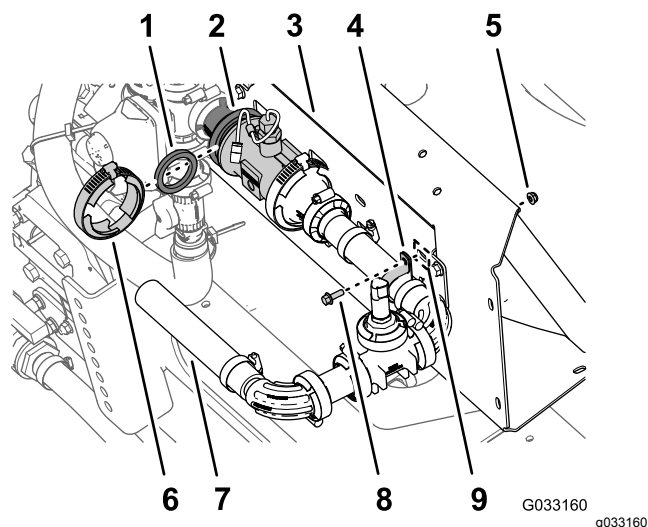

Figura 84
1. Alinhe a junta (2-1/4 pol.) que retirou no passo 3 de Retirar o tubo do conector e o adaptador redutor (página 24) entre o fluxímetro e o adaptador do redutor que está instalado no lado direito da válvula de controlo principal (Figura 84).
2. Monte sem apertar a junta, o fluxímetro e o adaptador do redutor (Figura 84) com um grampo flangeado (76 mm) que retirou no passo 2 de Retirar o tubo do conector e o adaptador redutor (página 24).
3. Prenda o transdutor de pressão e coletor na ranhura da montagem do coletor com um grampo em R, um parafuso de cabeça flangeada (1/4 x 3/4 pol.) e uma porca de bloqueio flangeada (1/4 pol.), conforme indicado na Figura 84.